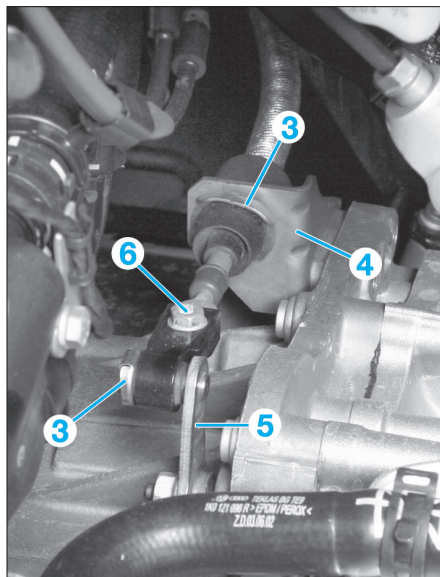

Fig. 24
- Déposer les agrafes de verrouillage (3) (Fig.24).
- Dégrafer le câble du support (4) et du levier (5).